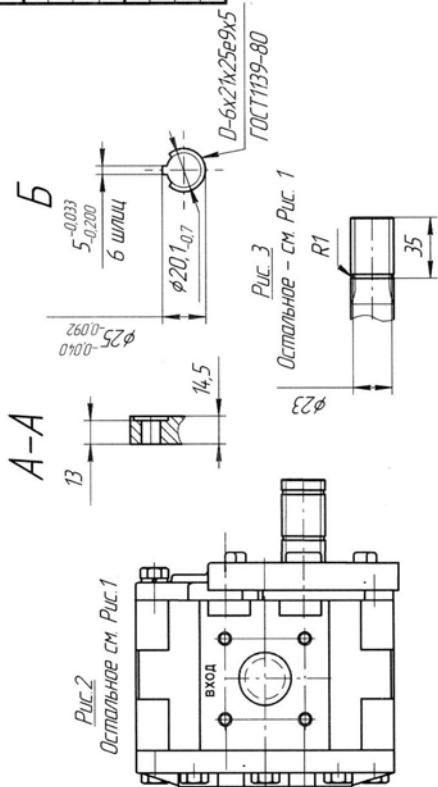
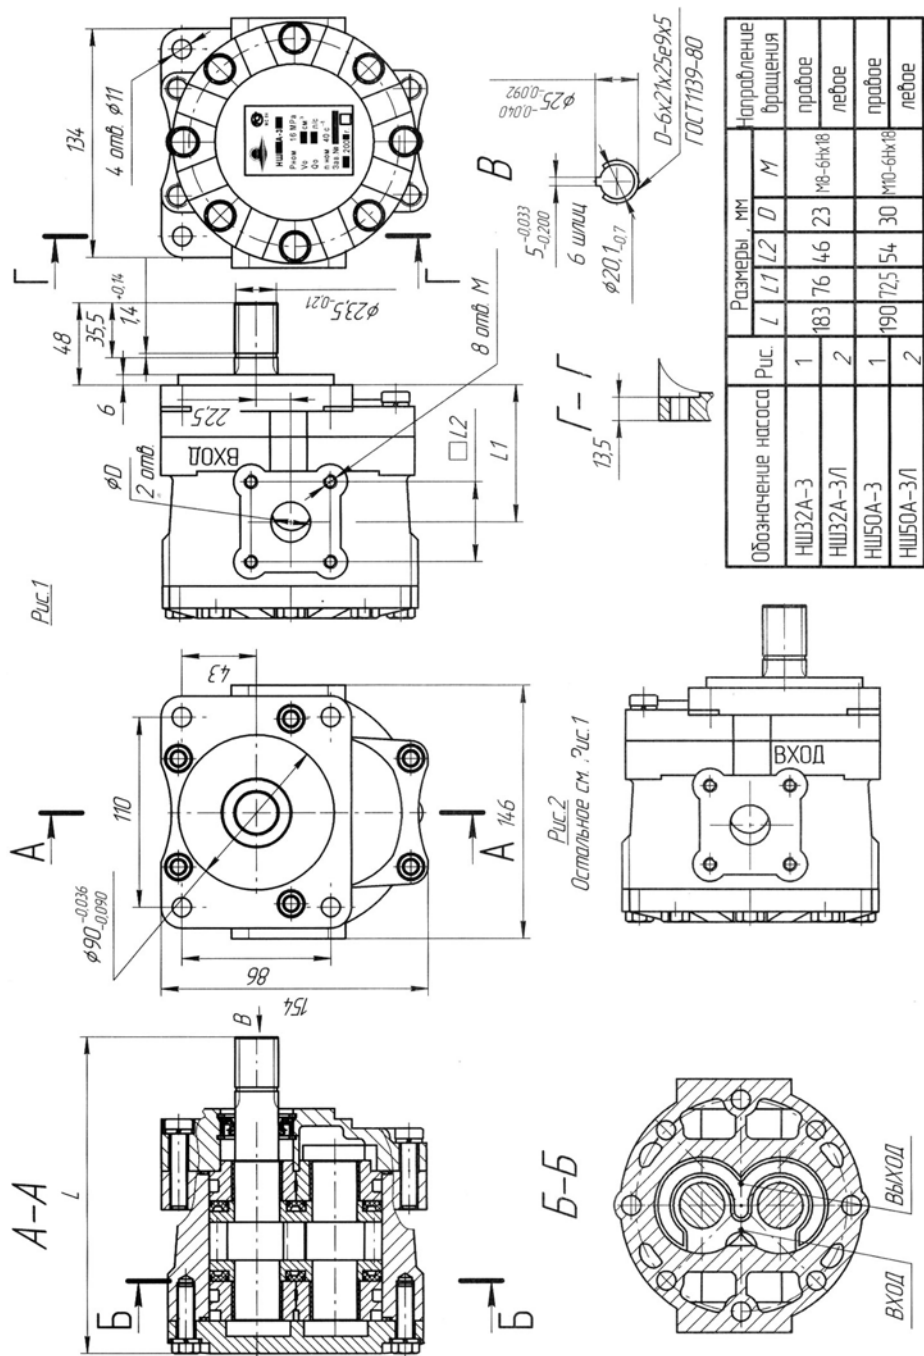

Рис.2 Габаритный чертеж насосов НШ32К(1)-4(Л) и НШ32К(1)-3(Л)
Рис. 3 Габаритный чертеж насосов НШ32А-3(Л) и НШ50А-3(Л)
6.2 Сухой вес насоса без упаковки – см. Таблицу 1. Габариты насоса согласно Рис. 2 и Рис. 3, упаковки 145x165x(H)x200 мм для насосов НШ32К-3, НШ32К-4, 160x165x220 – для насосов НШ32А-3 и НШ50А-3.